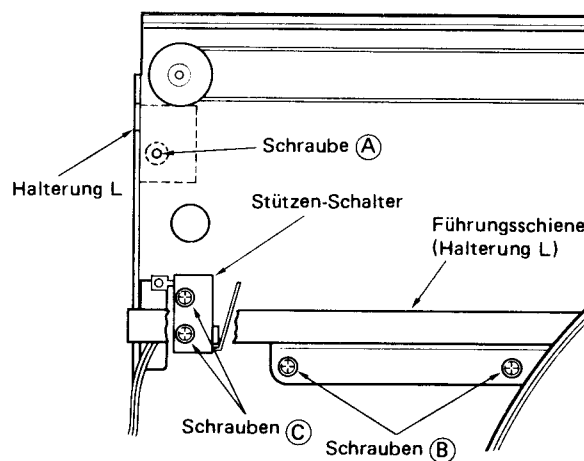

Abb. 14
- 1) Entfernen Sie Halter L von der Seite des Chassis. Schraube A B3 x 6 . . . Eine (Siehe Abb. 14)
- 2) Entfernen Sie den Halter L (Basisteilführung). Schraube B M3 x 6 . . . Zwei (Siehe Abb. 14)
- 3) Entfernen Sie den Ruheschalter. Schraube C M2 x 10 . . . Zwei (Siehe Abb. 14)